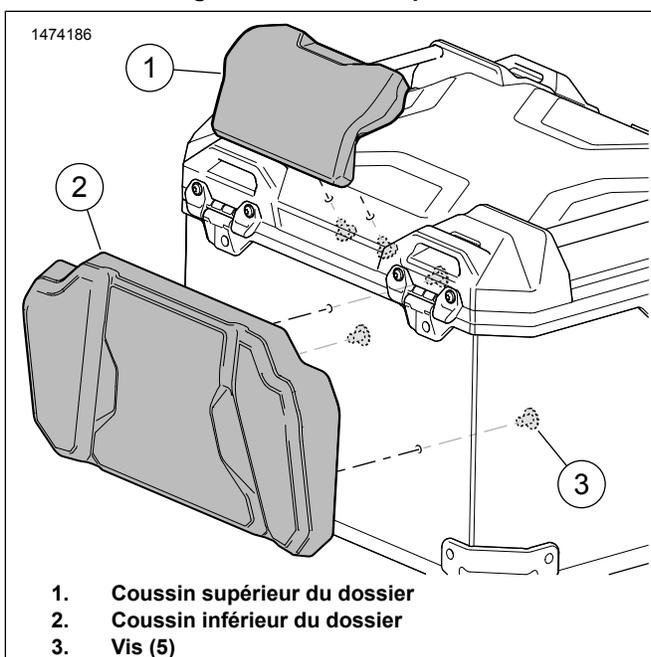

Figure 4. Installer le dossier
6. Voir la figure 4. Installer le dossier inférieur (2).
7. Poser les vis (2).
8. Installer le dossier supérieur (1).
9. Poser les vis (2).
10. Serrer les vis (2).